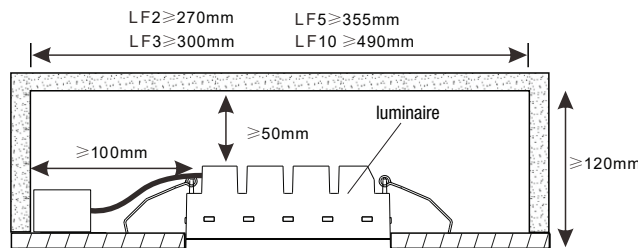

Fig. 1
1. Locate a suitable position to place the LED luminaire into the ceiling (see the Non-IC luminaire mounting dimensions in Fig. 1).
1. Repérer un endroit approprié pour installer le luminaire DEL dans le plafond (voir les dimensions de montage des luminaires non-IC sur la Fig. 1).